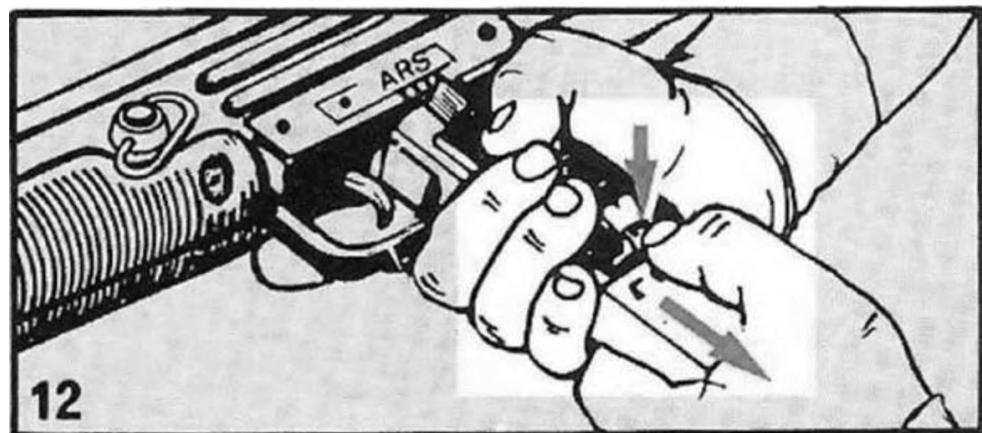

Рисунок 4.15 – Від'єднання магазину
- 1) від'єднайте магазин (рисунок 4.15).